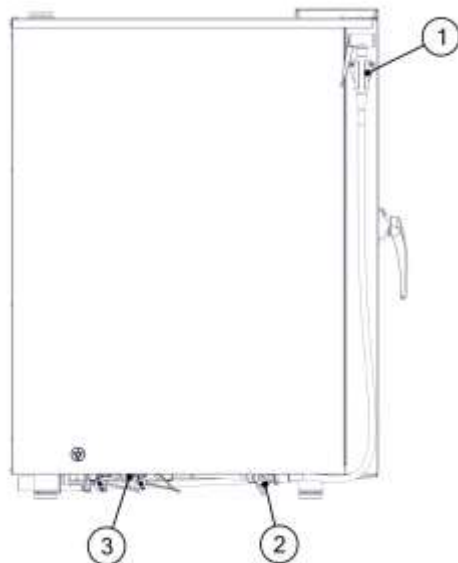

Рис.3 - Схема подключения душа ручного и расположение трубок насосов-дозаторов.
- Собрать душ ручной и подключить его. Кронштейн душа ручного (рис.3, поз.1) установить слева на лицевую панель и закрепить винтами. Винты поставляются завернутыми в резьбовые отверстия по месту установки кронштейна. Подключить шланг с лейкой душа ручного к крану душа ручного (рис.3, поз.2);
При долгом пребывании пароконвектомата в нерабочем состоянии, хранении или транспортировании при температуре окружающей среды ниже 0°C рекомендуется перекрыть кран (рис.3 поз.2) душевого устройства.